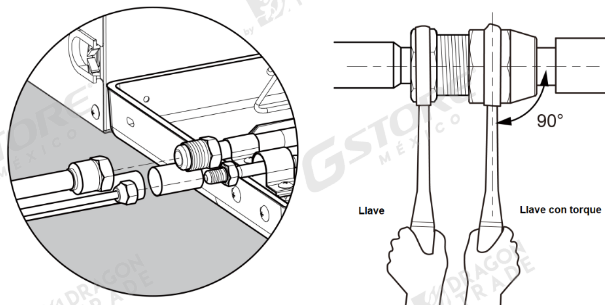

Fig.3.4.1
- Utilice una llave dinamométrica para conectar la tuerca de unión en la unidad interior. Vea la Fig.3.4.1 como se muestra a continuación.